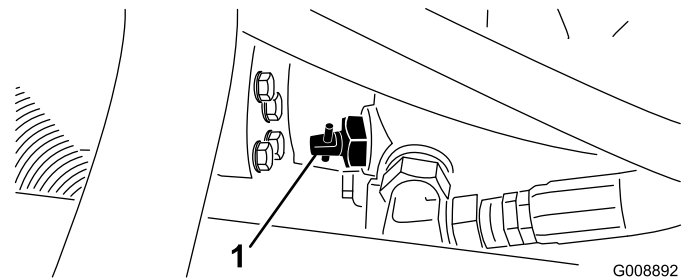

Figura 31
1. Localice la válvula de desvío en la bomba (Figura 31) y gírela 90°.